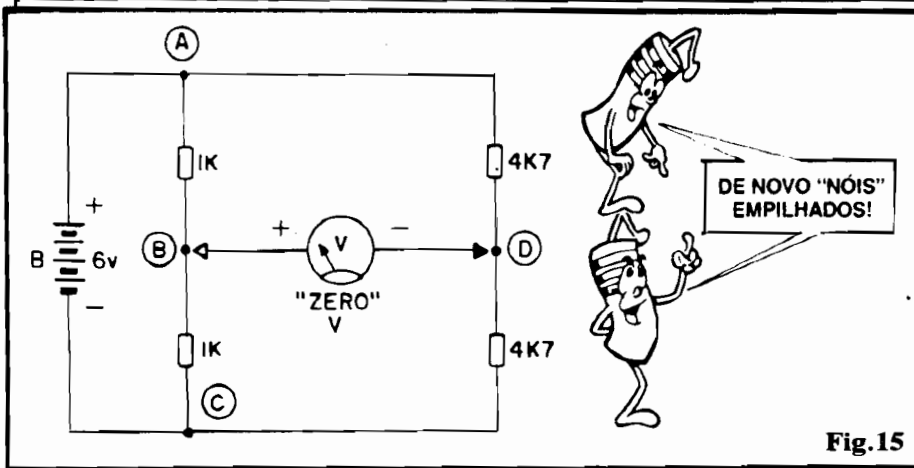

Fig.15
- FIG. 15 - ENTRE DOIS PONTOS SOB TENSÃO, PODE NÃO HAVER TENSÃO! - A afirmação do título do presente item **parece** um absoluto parado-